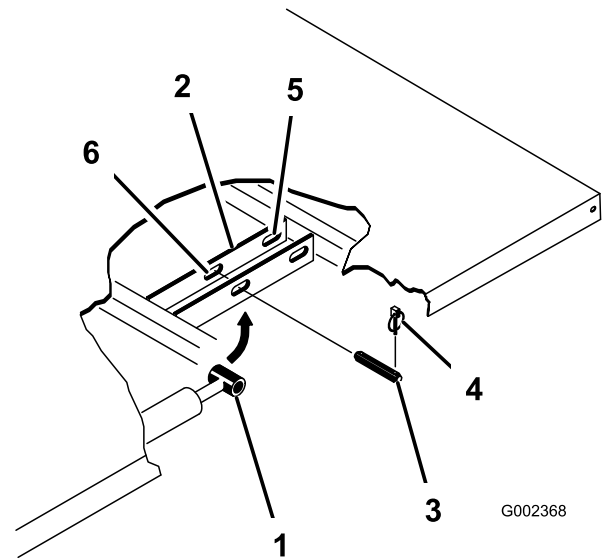

Figura 22
4. Retire los pasadores que fijan las rótulas de las varillas de los cilindros a las chapas de montaje de la plataforma empujando los pasadores hacia dentro (Figura 22).
5. Retire los pasadores de seguridad y los pasadores que fijan las placas de giro a los perfiles del bastidor (Figura 22).
3. Retire los pasadores de seguridad de los extremos exteriores de los pasadores de los vástagos de los cilindros (Figura 22).